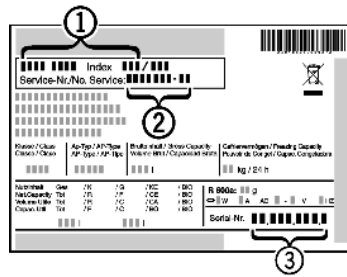

Fig. 6
- ▶ Consultar a identificação do aparelho *Fig. 6 (1)*, nº de serviço *Fig. 6 (2)* e nº de série *Fig. 6 (3)* na placa de características. A placa de características está localizada no interior do aparelho, do lado esquerdo.
- ▶ Informar o serviço de assistência ao cliente e comunicar o tipo de falha, identificação do aparelho *Fig. 6 (1)*, nº de serviço *Fig. 6 (2)* e nº de série *Fig. 6 (3)*.